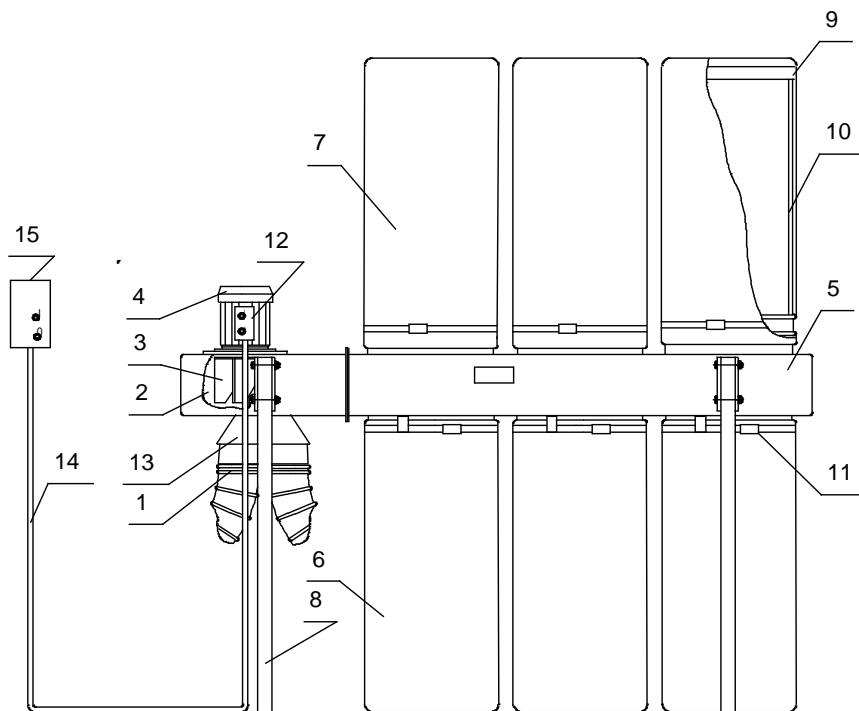

Рис. 1
6.2.3 Собрать установку (рис.1).